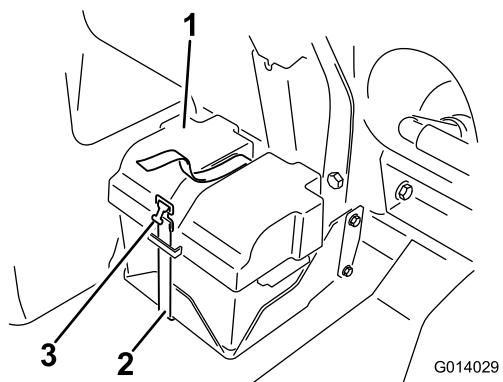

图16
3. 卸下电池 (图16) 上的盖子, 断开负极电池线。
10. 用箍带将盖子紧固到电池盒 (图16)。